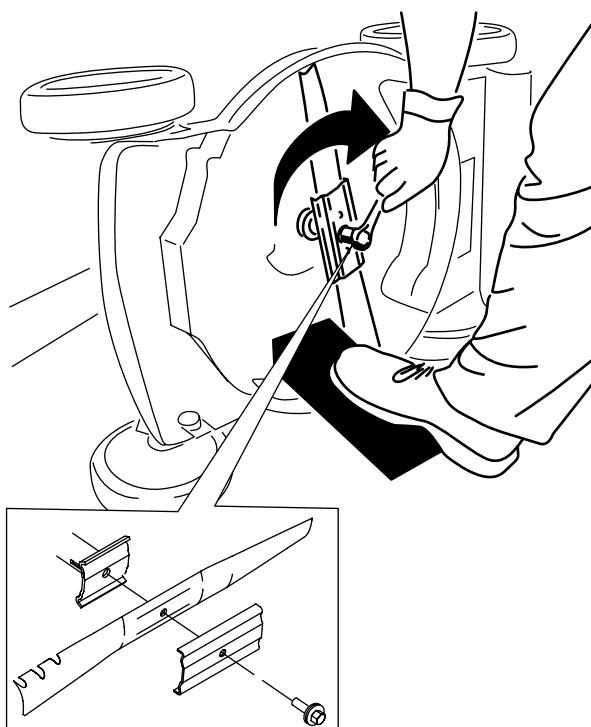

Рисунок 22
5. Установите новый нож, закрепив все крепежные детали (Рисунок 22).